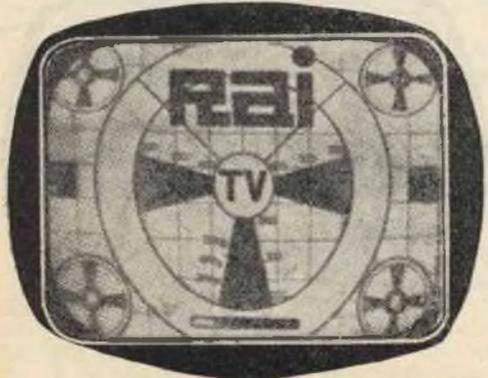

Fig. 8
3°) Potenziometro LINEARITA' VERTICALE, che serve a rendere uniforme l'immagine in senso verticale, cioè assicura l'uniformità di immagine sia superiormente che inferiormente al quadro (fig. 8).
c) La regolazione della **linearità verticale** (vedi, ad esempio, fig. 8) si ottiene manovrando l'apposito potenziometro posto sul retro del telaio; la regolazione della linearità **orizzontale**, si consegue estraendo più o meno il nucleo della bobina di linearità posta entro la gabbia contenente la E.A.T.